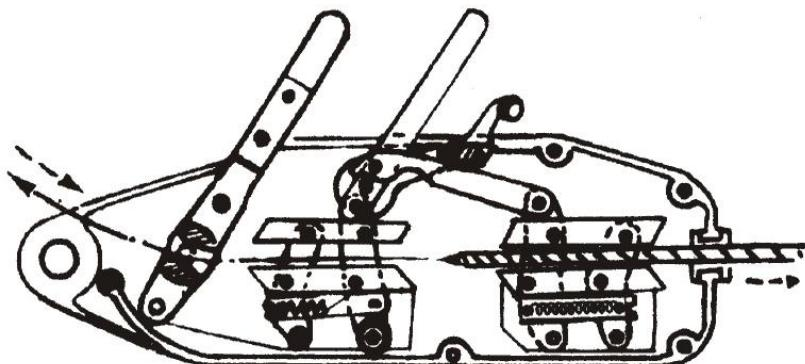

Abb. 1. Seileinscherung und Seilaufnahme:
1. Einziehen: (Abb. 1) Drücken Sie den entspannten Griff, während Sie das Seil nach unten halten und die Hebevorrichtung drücken. Wenn Sie ein Klicken hören, ist die Zangenöffnung geöffnet. Dann können Sie das Drahtseil vom hinteren Loch zur Hebevorrichtung einziehen. Nachdem das Seil herausgezogen ist, können Sie es auf die gewünschte Länge ziehen und dann den entspannten Griff zurückdrücken, um das Seil festzuklemmen. Wenn Sie den vorderen oder hinteren Griff ziehen, wird
(4.) Seil herausziehen (Abb. 1): Nach Abschluss der Arbeit wird die Zangenöffnung geöffnet, sobald der Entspannungsgriff gedrückt wird, und dann kann das Drahtseil aus dem Ende des Hebezeugs gezogen werden. Reinigen Sie das Seil von Schmutz und wickeln Sie es in gutem Zustand in das Stahlkreuz ein, damit es beim nächsten Mal einsatzbereit ist.